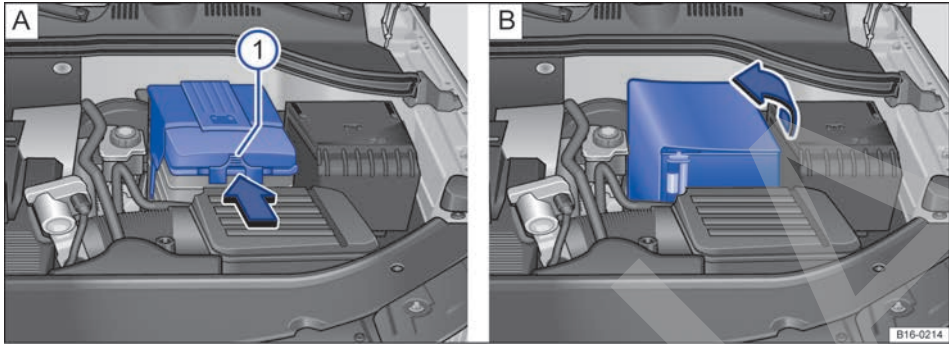

Fig. 185 En el vano motor: **A** Retirar la cubierta de plástico de la batería. **B** Levantar la cubierta guardapolvo de la batería.
- En el caso de llevar una cubierta de plástico: presione la pestaña → fig. 185 **A** ① en el sentido de la flecha y retire la cubierta hacia arriba.
- En el caso de llevar una cubierta guardapolvo: levántela en el sentido de la flecha → fig. 185 **B**.